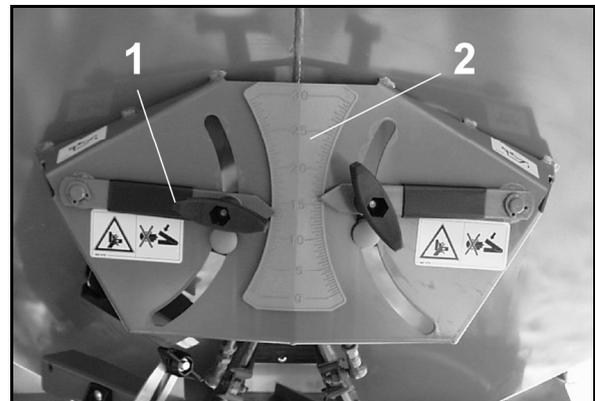

Fig. 83
7. Lors de l'**épandage en limite**, diminuez de deux graduations sur l'échelle graduée (Fig. 83/2) la position du clapet via le levier de réglage (Fig. 83/1) sur le côté gauche de la machine.